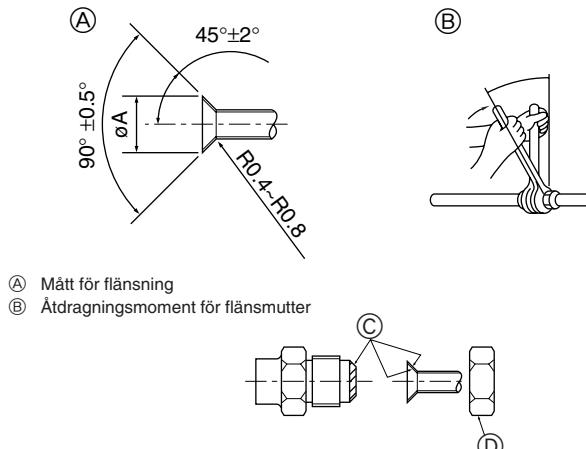

Fig. 4-1
Tabell 1 (Fig. 4-1)
4.2. Anslutningsrör (Fig. 4-1)
- Stryk på ett tunt lager av frysmaskinolja på röret och fogens tätningsyta innan den flänsade muttern dras åt. ④
- Använd två skruvnycklar för att dra åt röranslutningarna. ⑤
- Sätt på koldmedelsolja på flänsens hela yta. ⑥
- Använd flänsmuttrarna som är monterade på enheten. ⑦
- ① Rören ska anslutas med början från inomhusenheten.